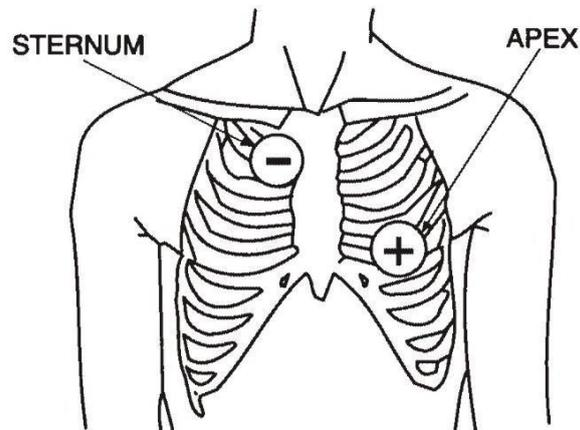

Figura III.2.1 - Posicionamento das pás p/ desfibrilação
8.  Segurar firmemente as pás através de sua empunhadura, e pressione-as contra o tórax do *paciente*, conforme figura abaixo (Fig. III.2.1)²⁷. Neste momento, o traçado exibido no display do *equipamento* será comutado para a derivação “PAS”. Caso seja necessário, o traçado poderá ser comutado manualmente para outra derivação qualquer, através das teclas “SETA DIREITA” e “SETA ESQUERDA”²⁹;
8. Segurar firmemente as pás através de sua empunhadura, e pressione-as contra o tórax do *paciente*, conforme figura Fig. III.2.1³³. Neste momento, o traçado exibido no display do *equipamento* será comutado para a derivação "PAS". Caso seja necessário, o traçado poderá ser comutado manualmente para outra derivação qualquer, através das teclas "SETA DIREITA" e "SETA ESQUERDA"³⁴;
8. Segurar firmemente as pás através de sua empunhadura, e pressioná-las contra o tórax do *paciente* (conforme Fig.III.2.1) ^{51 52}. Neste momento, o traçado exibido no display do *equipamento* será comutado para a derivação "PAS". Caso seja necessário, o traçado poderá ser comutado manualmente para outra derivação qualquer, através das teclas "SETA DIREITA" e "SETA ESQUERDA" ⁵³⁻⁵⁴⁻⁵⁵;